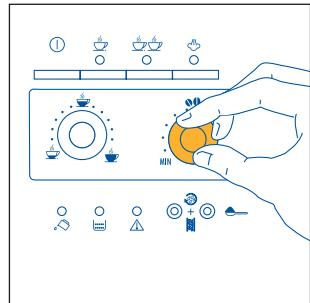

Рис. 7
- 2) Поверните правую ручку, рис. 7, для установки необходимого количества молотого кофе. Чем больше вы поворачиваете ручку по часовой стрелке, тем большее количество зерен кофе будет помолото и тем крепче будет приготовленный кофе. При первом использовании необходимо путем проб приготовить несколько чашек кофе, чтобы определить правильное положение ручки. **Будьте внимательны и не поворачивайте ручку по часовой стрелке слишком сильно, так есть вероятность получить слишком медленное вытекание готового кофе (каплями), особенно, если вы готовите две чашки кофе.**
ПРИМЕЧАНИЕ 2: если кофе выпивается слишком быстро и пенка на кофе неудовлетворительная, поверните немного по часовой стрелке правую ручку, рис. 7. Путем проб приготовьте несколько чашек кофе, чтобы определить правильное положение ручки. **Будьте внимательны и не поворачивайте ручку по часовой стрелке слишком сильно, так есть вероятность получить слишком медленное вытекание готового кофе (каплями), особенно, если вы готовите две чашки кофе.** Если после нескольких чашек кофе не удается добиться удовлетворительной пенки, поверните так же ручку регулировки помола, рис. 17, против часовой стрелки на один щелчок (см. пар. 6).